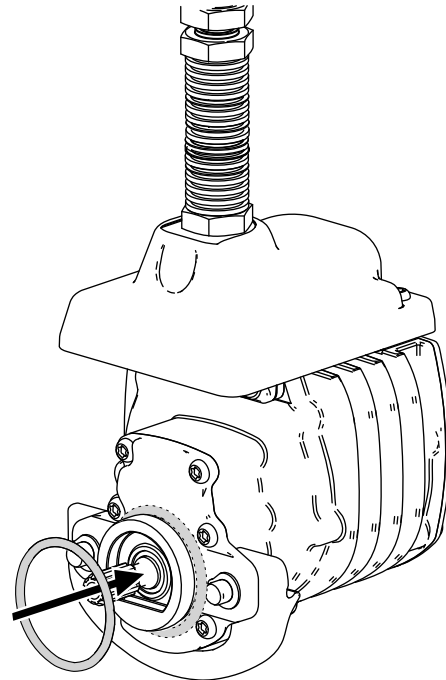

Figure 14
3. Placez un joint torique sur chaque moteur de cylindre, comme montré à la Figure 14.